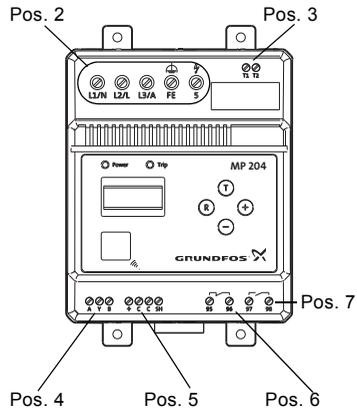

Fig. 6 Bornes
Voir fig. 6, pos. 5.
Voir fig. 6, pos. 3.